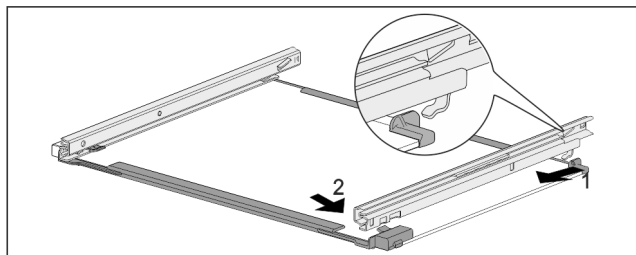

Fig. 150 Tablette en verre avec rails
- Accrocher le rail à l'arrière. Fig. 150 (1)
- Accrocher le rail à l'avant. Fig. 150 (2)